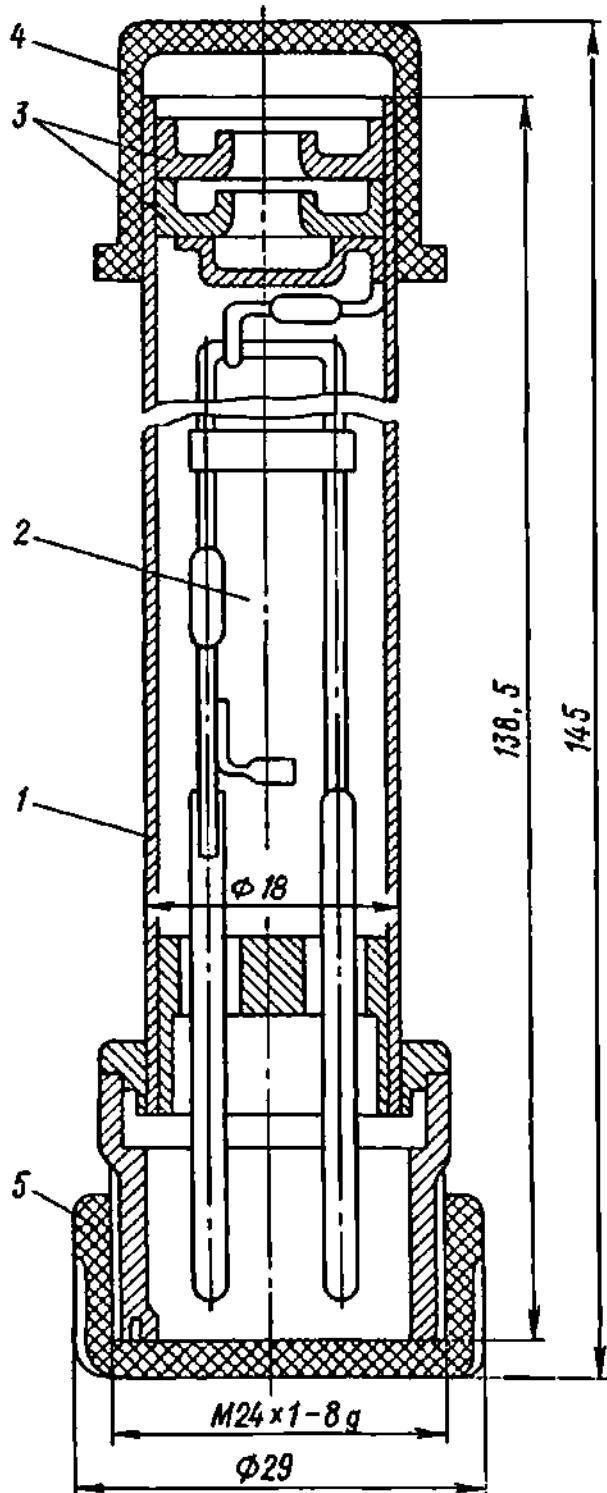

Рис. 2. Конструкция преобразователя
5.3.1. Преобразователь состоит из тонкостенного корпуса I (рис. 2), выполненного из нержавеющей стали. Внутри корпуса смонтирован нагреватель 2 - нить из платиновой проволоки Ø0,012 мм. Соединение преобразователя с вакуумной системой осуществляется через "грибковое" (штуцерное) уплотнение ДУ 16 по ОСТ 11.868.003-76. Во избежание смятия уплотнителем конец тонкостенной трубы армирован двумя шайбами 3. Для защиты от загрязнения при транспортировании и хранении преобразователь закрывается пробкой 4 и заглушкой 5.